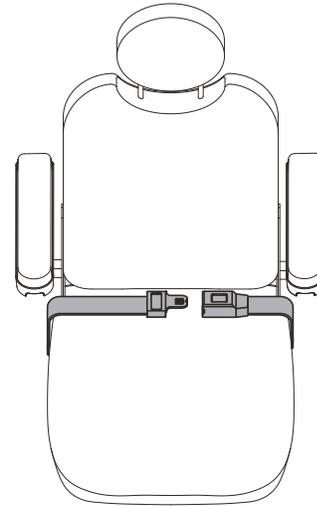

Figure 7. Ceinture de positionnement
Votre fauteuil motorisé peut être équipé d'une ceinture de positionnement réglable pour un meilleur confort. **Voir la figure 7.** La ceinture de positionnement, réglable, a été conçue pour soutenir et empêcher tout glissement vers le bas ou vers l'avant une fois assis. La ceinture de positionnement n'a pas été conçue pour être utilisée comme ceinture de sécurité.
1. Prenez place sur le siège, insérez la patte métallique d'un côté dans le boîtier de la boucle du côté opposé jusqu'à ce que le «clic» se fasse entendre. **Voir la figure 7.**